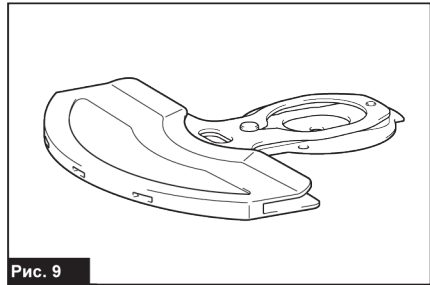

Рис. 9
2. Снимите чехол лезвия со старых режущих ножей и наденьте его на новые (рис. 9).